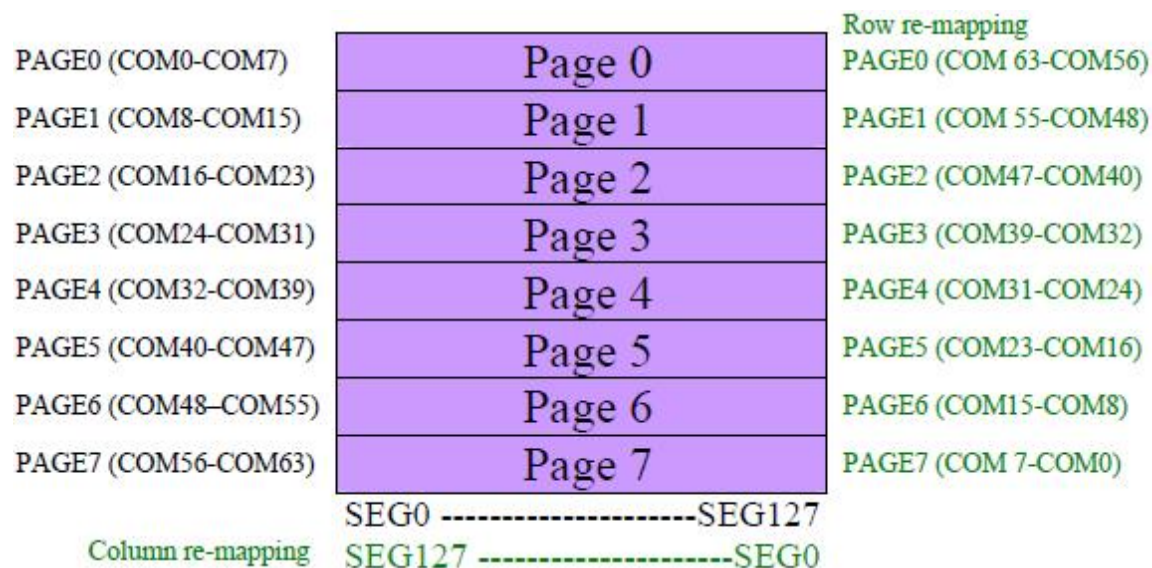

Рис. 8-13. Структура страниц GDDRAM контроллера SSD1306.
**GDDRAM** это статическое ОЗУ (**RAM**), каждый бит которого соответствует точке на экране (буфер данных экрана). Размер этого **RAM 128 x 64** бит, и **RAM** поделена на **8** страниц, от **PAGE0** до **PAGE7**, что используется для монохромного матричного экрана **128x64** точек, как показано на рис. 8-13.
Чтобы достичь гибкости в формировании изображения и разводки сигналов SEG и COM, можно программно изменить их привязку (**Segment re-mapping, Common outputs re-mapping**), как показано на рис. 8-13.